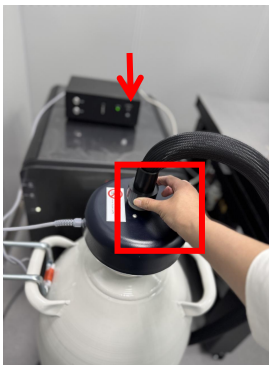

图 1
1. 打开温控器电源（如图 1 红色箭头指示），将液氮泵缓慢插入液氮罐，再取黑色液氮输送软管插入液氮泵端口并拧紧（如图 1 红框所示）。